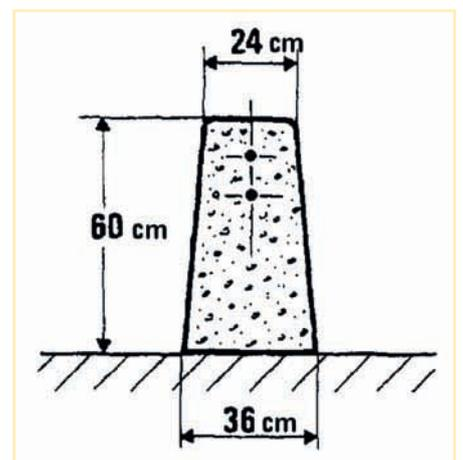
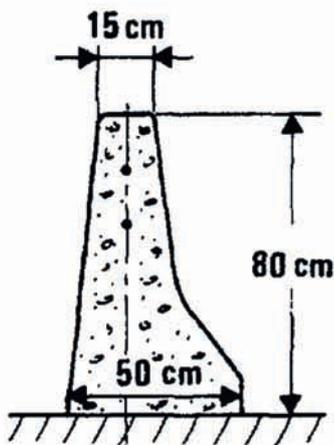
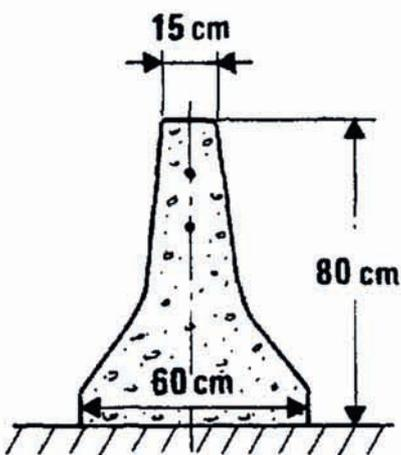

Figure 1
Figure 2
Figure 3
- les ouvrages, qui sont des dispositifs construits en place. Ces derniers comprennent, par exemple, les barrières en béton coulé en place : le muret pour véhicules légers, MVL (figure 1), le séparateur GBA - ou glissière en béton adhérent (figure 2) - , le séparateur DBA - ou double barrière adhérente (figure 3) ou bien encore la barrière normale BN1 pour ouvrages d'art.